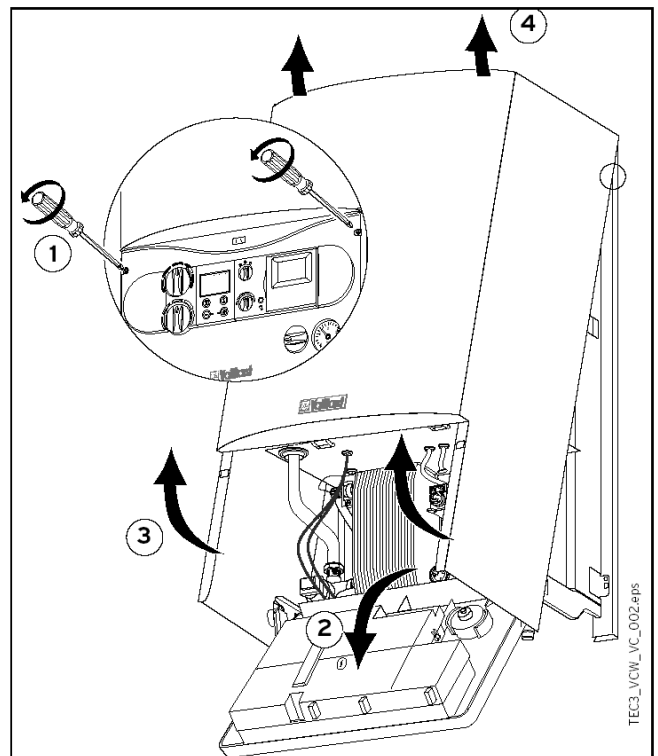

Рис. 2: Откиньте панель управления и снимите облицовку.
3. Откиньте панель управления котла вперед и снимите облицовку. См. рис. 2.